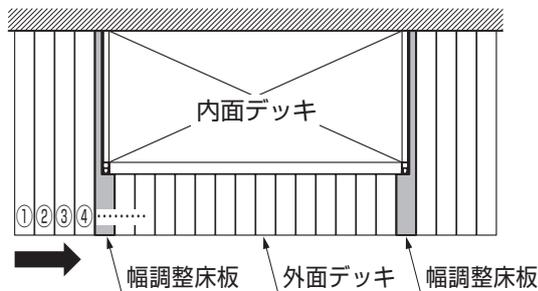

図2-11
- デッキを配置する際は端部から配置してください。(図2-11参照)